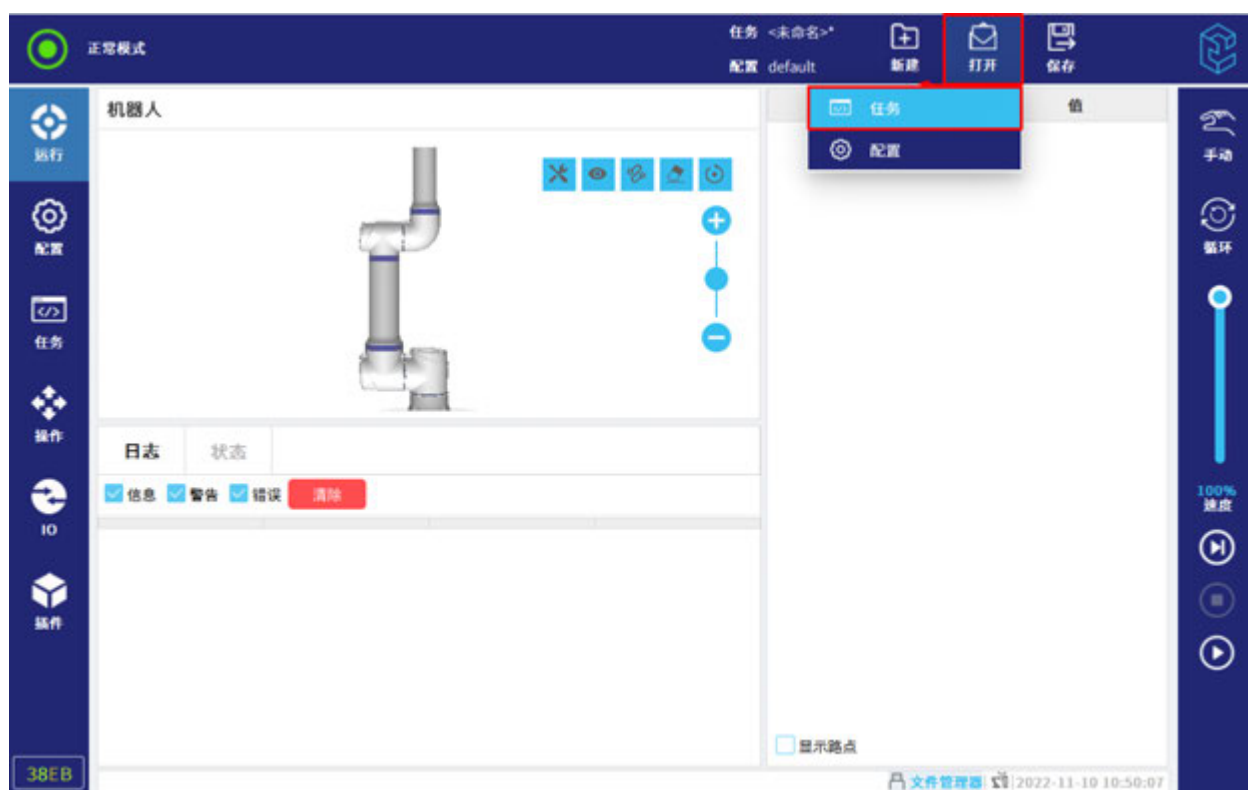

図 8-6 タスクの開き
1. タスクと構成マネージャに、「開き」をクリックして、「タスク」を選定する、図 8-6 に示す。